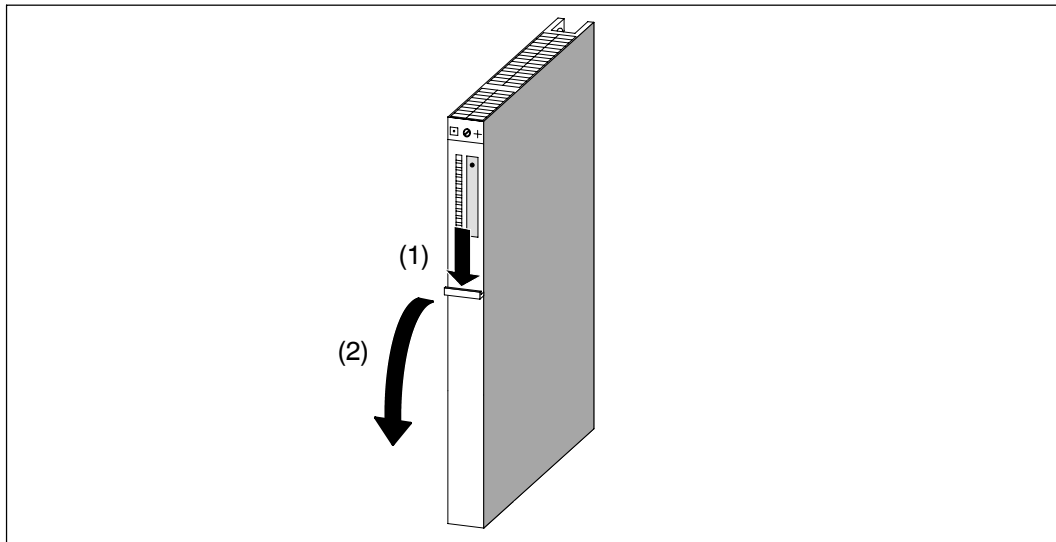

Figure 2-3 Démontage du capot
2. Le cas échéant, retirez le capot qui enveloppe le module (voir figure 2-3).